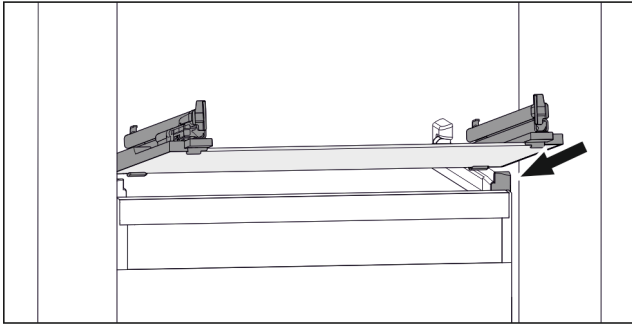

Fig. 141 Приблизне відображення скляної пластини
- ▶ Встановити скляну пластину за стопорами навкоси. (див. Fig. 141)